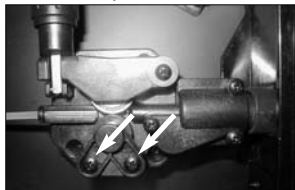

Figura 7 - Quite estos dos tornillos
3. Quite dos tornillos para retirar la tapa de la guía (vea la figura 7).